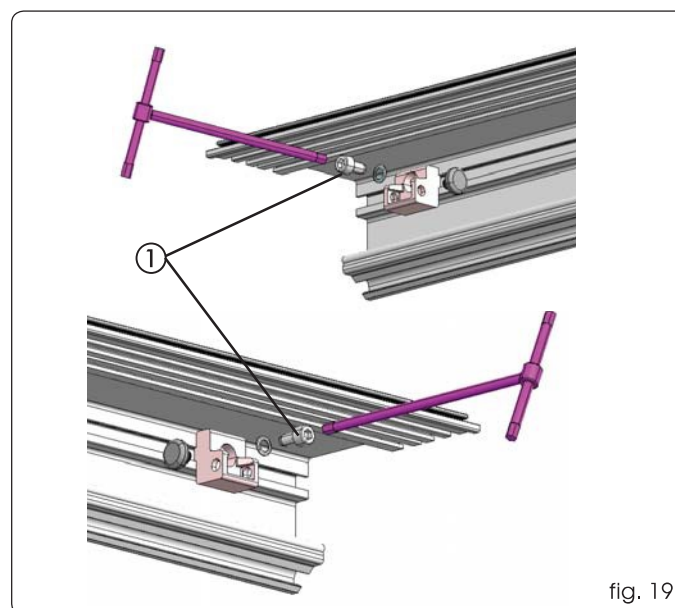

fig. 19
- Desserrer les vis de blocage des arrêts mécaniques (fig. 19 réf. ①) et amener ces derniers aux extrémités du profil de soutien.